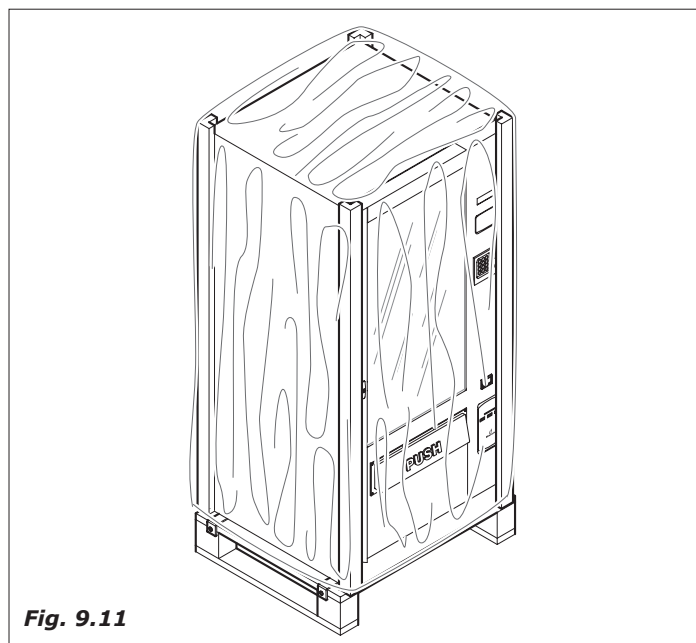

Fig. 9.11
- proteger o externo com um filme ou um saco de celofane (Fig. 9.11)